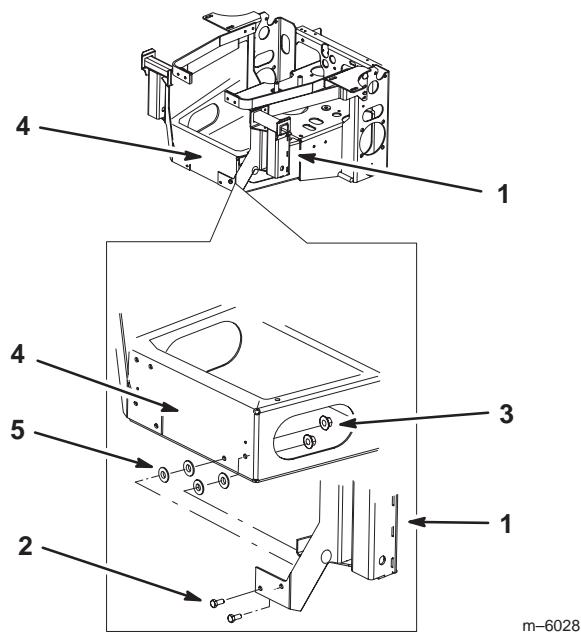

Bild 13
- Befestigen Sie die Graskollektorbefestigungshalterung mit zwei Schrauben (5/16 x 3/4 Zoll), vier flachen Scheiben (5/16 Zoll) und zwei Bundmuttern (5/16 Zoll) an der hinteren unteren Stoßstange (Bild 13).
1. Ziehen Sie die Graskollektorbefestigungshalterung an der hinteren Stoßstange fest (Bild 13). Siehe Drehmomenttabelle.